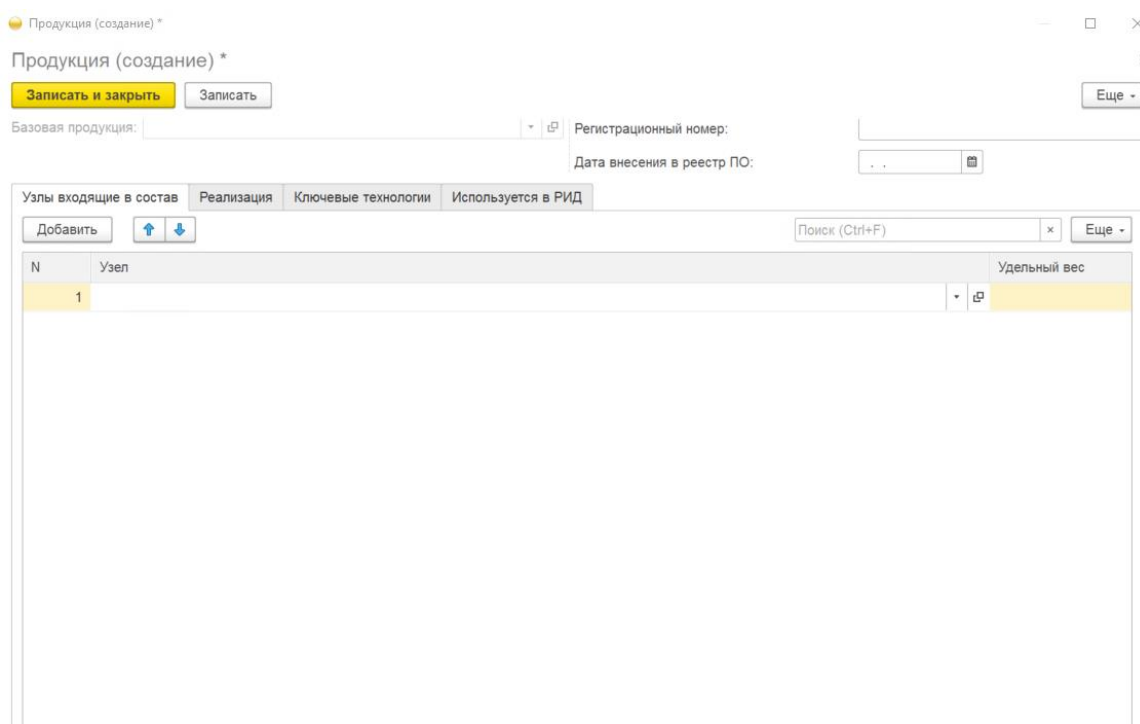

Рисунок 18 – Вкладка «Узлы, входящие в состав»
1) выбрать в окне карточки «Продукция» вкладку «Узлы, входящие в состав». В рабочей области будут отображены поля, представленные в таблице 3 (см. Рисунок 18);